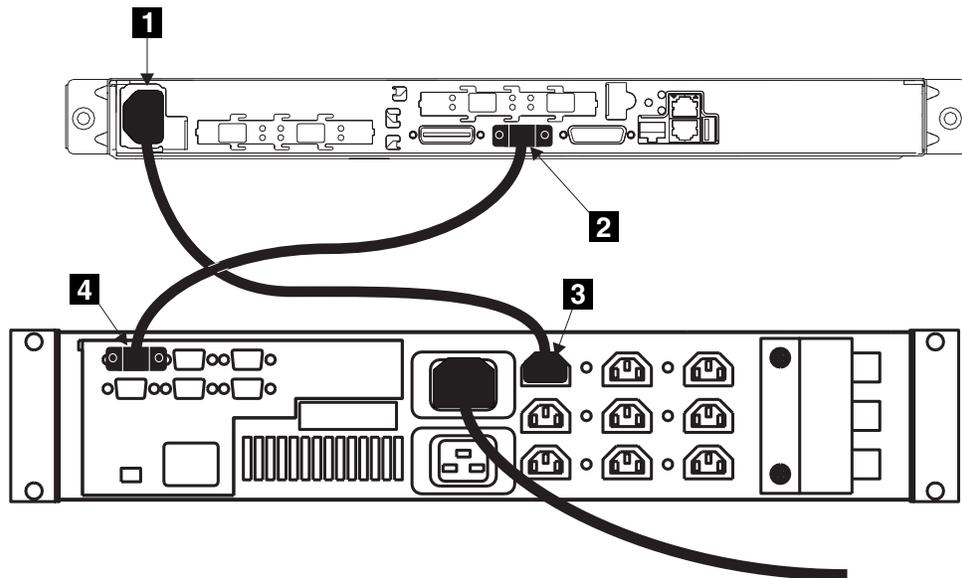

図 33. 無停電電源装置への SAN ボリューム・コントローラー電源ケーブルの接続
1. SAN ボリューム・コントローラーの後ろにあるソケット **1** に電源ケーブルのプラグを差し込む (図 33 を参照)。